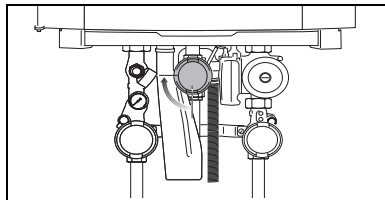

Fig. 25 Chiudere il rubinetto del gas
- Chiudere il rubinetto del gas o il rubinetto di intercettazione del gas (fig. 25).
- Chiudere il rubinetto d'intercettazione del gas (fig. 25).